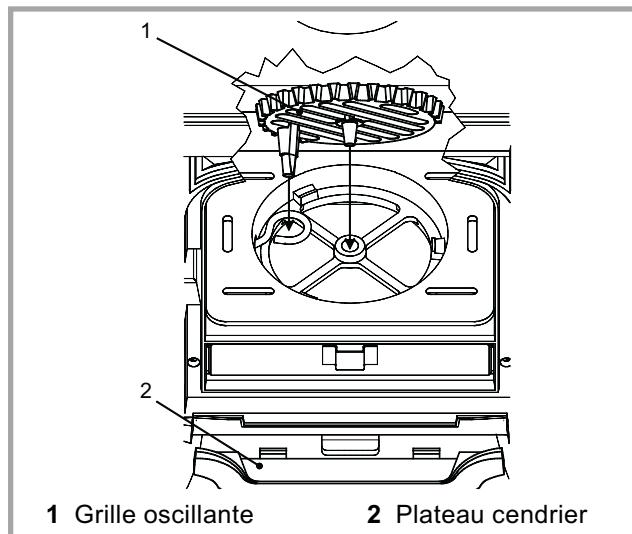

Figure 10 - Mise en place de la grille oscillante et du plateau
Vérifier l'état des joints de mastic. Vérifier que la porte ferme bien et que la vitre n'est pas détériorée. Vérifier que les passages de fumée ne sont pas obstrués par les composants de l'emballage ou des pièces démontées. Vérifier que toutes les pièces amovibles, grille de face, grille oscillante, chicane, doivent être à leur place respective. Positionner le plateau cendrier, placé dans le cendrier, entre les 2 pieds de devant (# 2, fig. 10, p. 8).
- Vérifier la mise en place et le bon fonctionnement de la grille de décendrage (fig. 10).